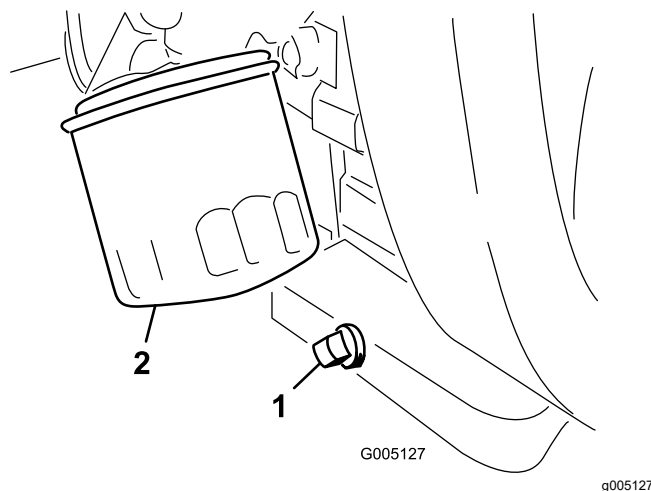

Figura 41
1. Retire el tapón de vaciado (Figura 41) y deje fluir el aceite a un recipiente apropiado.
2. Limpie las roscas del tapón de vaciado, aplique sellador de PTFE, e instale el tapón de vaciado (Figura 41).
3. Retire el filtro de aceite (Figura 41).